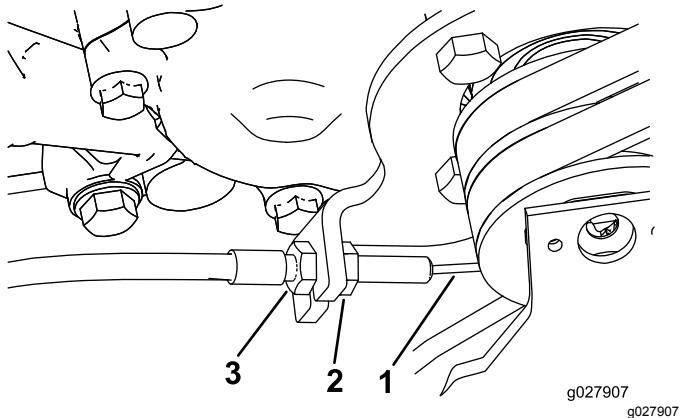

图49
3. 要增加拉线的张力应拧松前拉线锁紧螺母并拧紧后拉线锁紧螺母 图49 直至达到  $89\text{N}\cdot\text{m}$  的作用力以接合牵引控制装置。